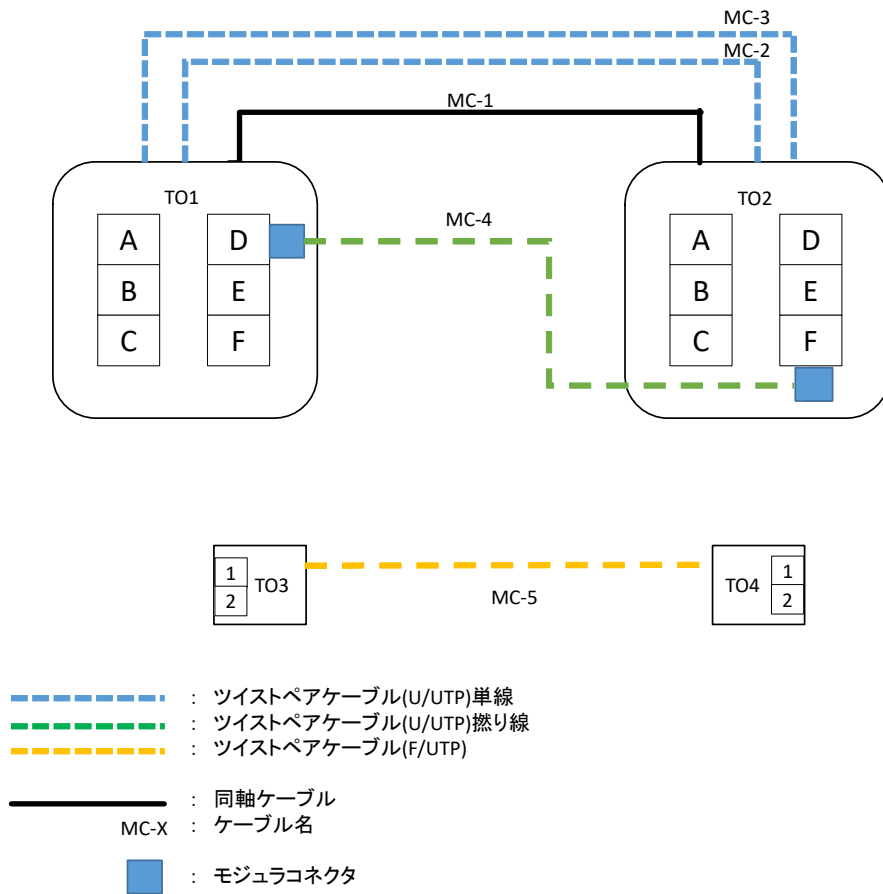

図3 配置図(例)
- ・ 全てのケーブルの両端、情報コンセント及び露出型通信アウトレットに識別ラベルを取り付ける。識別ラベルは、図 3 に記載の記号とすること。